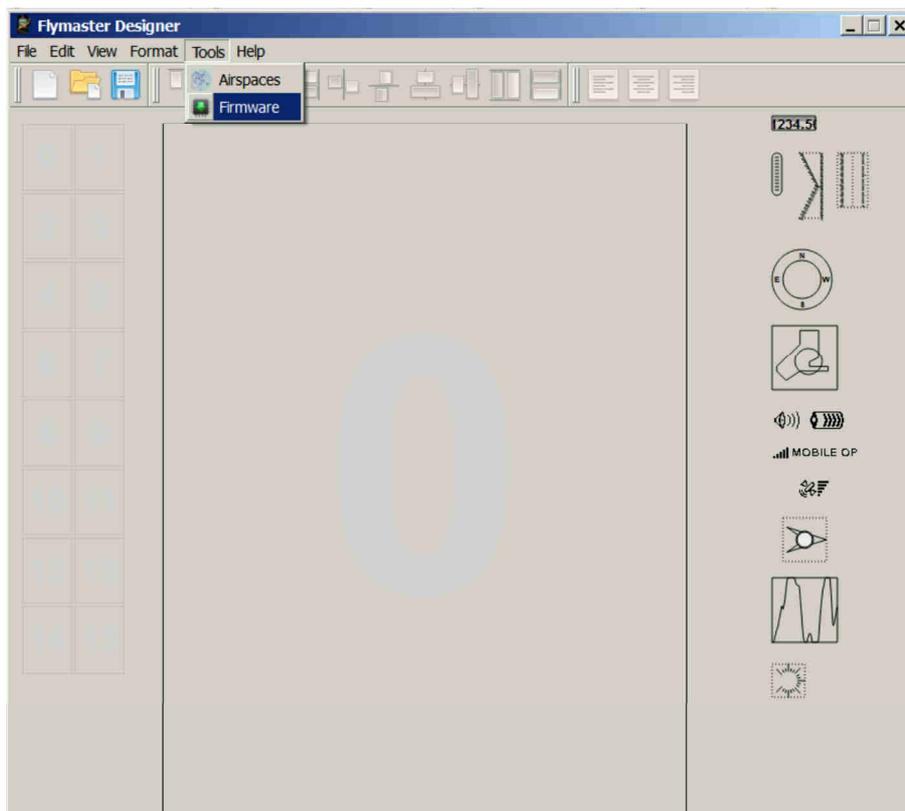

Abbildung 10.1 – Firmware Menü Option
2. Wählen Sie im Menü durch einen Klick "Tools" und dann „Firmware“ (siehe Abbildung 10.1) aus.